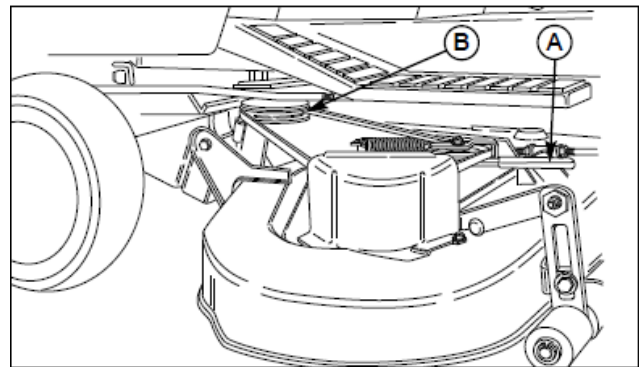

図 11 ベルトの脱着
5. ベルトを PTO プーリ(図 11 の B)から外します。
5. 図 11 のようにアイドラアーム(A)を引っ張り PTO プーリ(B)にベルトを入れます。
7. ベルトをPTOプーリ(図 11 の B)からはずします。
8. 図 11 のようにイドラアーム(A)を動かしてベルトテンションを緩め、ベルトを PTO プーリ(B)に入れます。